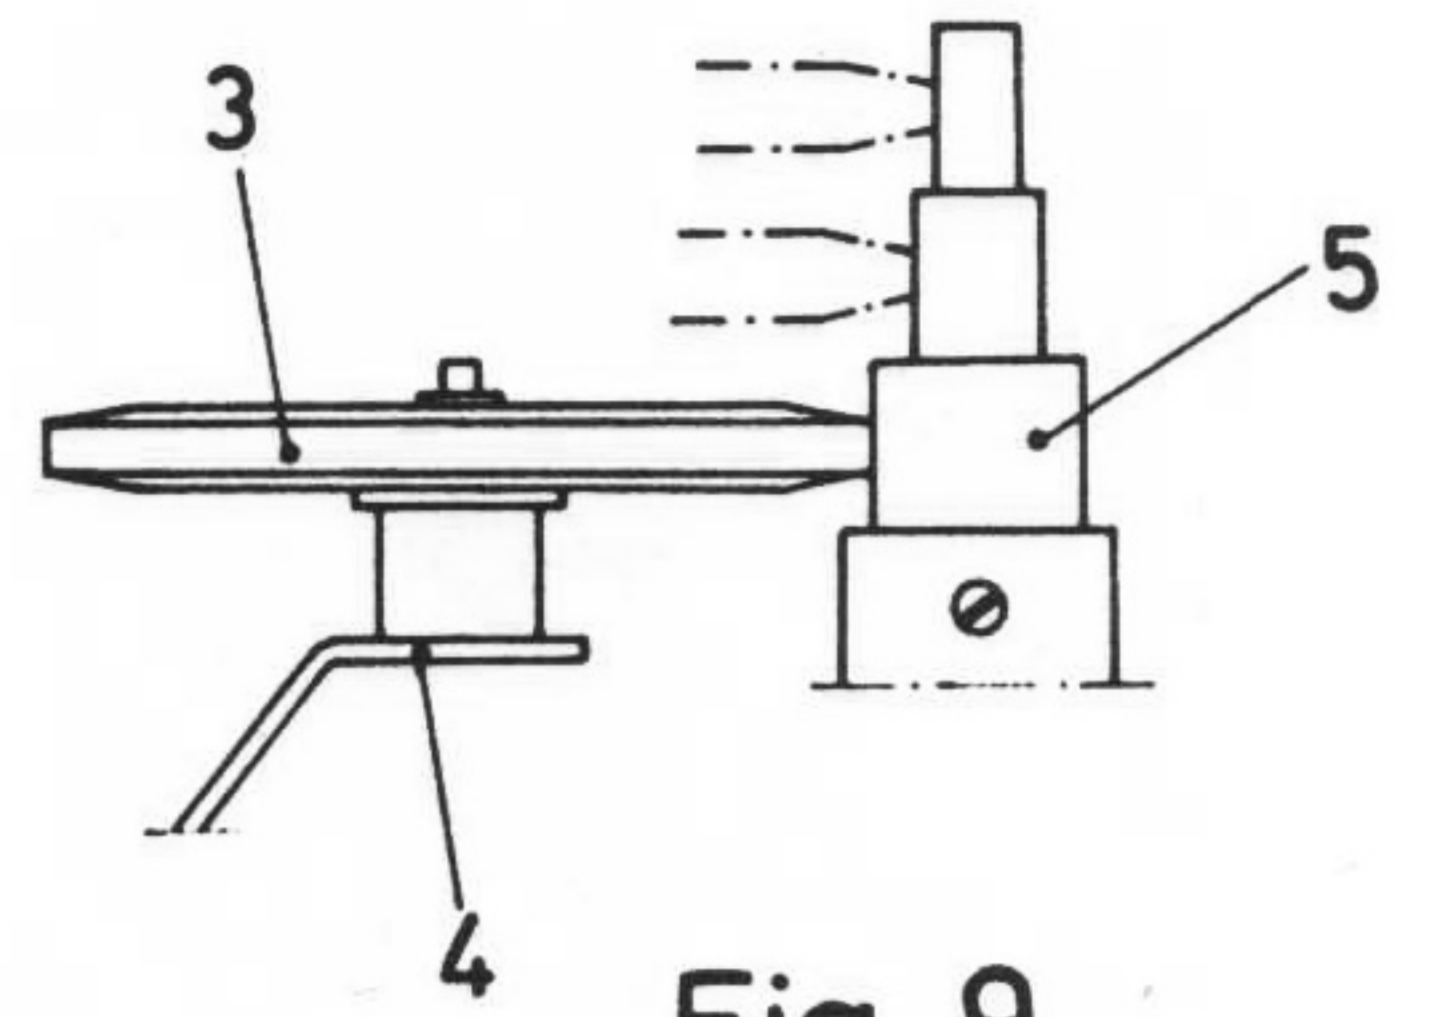

Fig. 9
3. Justering av mellanhjulets (3) horisontalläge fig. 9